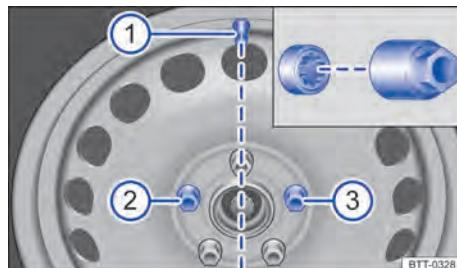

Fig. 208 Troca de roda: válvula do pneu ① e posições de montagem do parafuso de roda antifurto ② ou ③.
Antes de colocar a calota integral, o parafuso de roda antifurto deve ser aparafusado na posição ⇒ Fig. 208 ② ou ③. Do contrário, a calota integral não pode ser montada.
A calota integral da roda deve ser pressionada sobre o aro de tal modo que o recorte da válvula se posicione sobre a válvula do pneu ⇒ Fig. 208 ①. Ao colocar a calota integral, atentar para que se encaixe com segurança em toda a circunferência. ▲
O parafuso de roda antifurto deve estar aparafusado em uma roda com calota integral na posição ⇒ Fig. 208 ② ou ③ em relação à posição da válvula do pneu ①. Do contrário, a calota integral não pode ser montada.